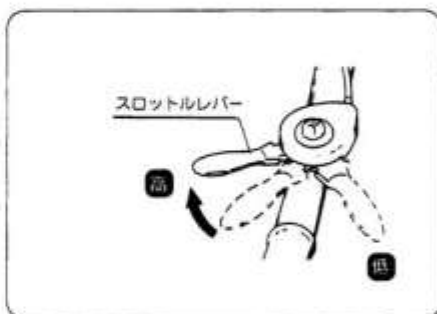

図9
- ② スロットルレバーをゆっくり「低→高」の位置にします。(図9)